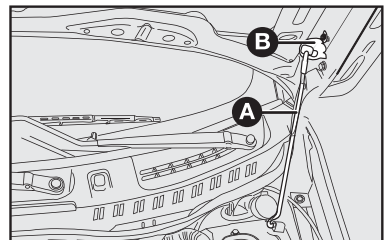

fig. 98
4) introduzir a extremidade da vareta **A** na abertura **B** do capô do motor **fig. 98**.
1) manter levantado o capô com uma mão e, com a outra, tirar a vareta **A-fig. 98** da abertura **B** e repô-la no seu dispositivo de bloqueio.